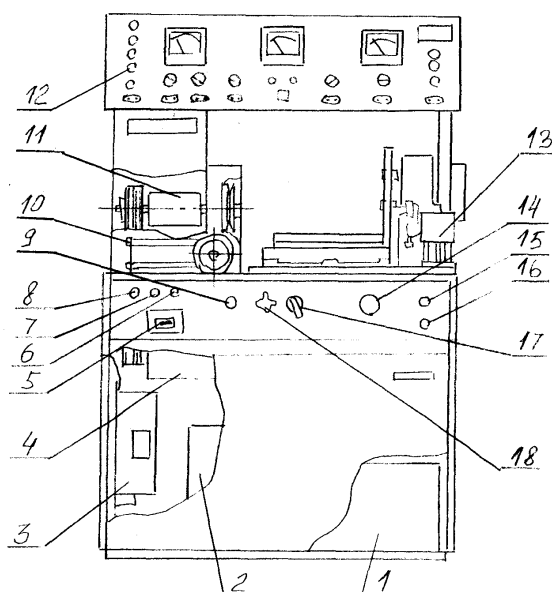

Рисунок 4.1 Стенд контрольно-испытательный Э-242.
4.3.1. Изучите устройство и возможности контрольно-испытательного стенда Э-242 (рисунок 4.1 и 4.2).